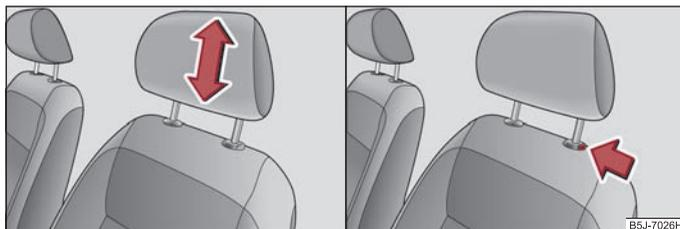

Abb. 48 Kopfstütze: Einstellen / Herausziehen
- Fassen Sie die Kopfstütze seitlich mit beiden Händen an und schieben Sie die Kopfstütze in Achsrichtung der Metallführungsstangen in Pfeilrichtung nach oben oder unten \Rightarrow Abb. 48 links.
- Möchten Sie die Kopfstütze nach unten verschieben, müssen Sie die Sicherungstaste drücken \Rightarrow Abb. 48 rechts und mit der anderen Hand die Kopfstütze nach unten drücken.
- Drücken Sie die Sicherungstaste in Pfeilrichtung \Rightarrow Abb. 48 und ziehen Sie die Kopfstütze heraus.